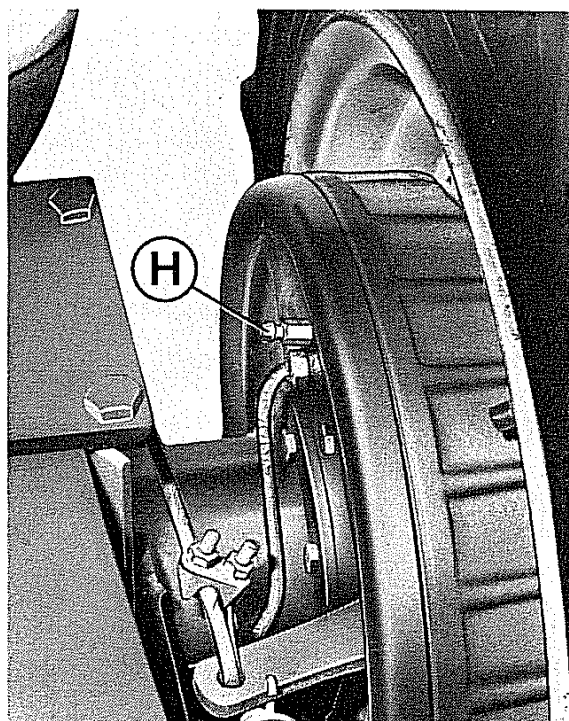

Fig. 28 - Raccordo spurgo aria freni
- Pulire l'estremità del raccordo di spurgo aria **H** (fig. 28) posto su ogni cilindretto, liberando il foro centrale dalle eventuali impurità.